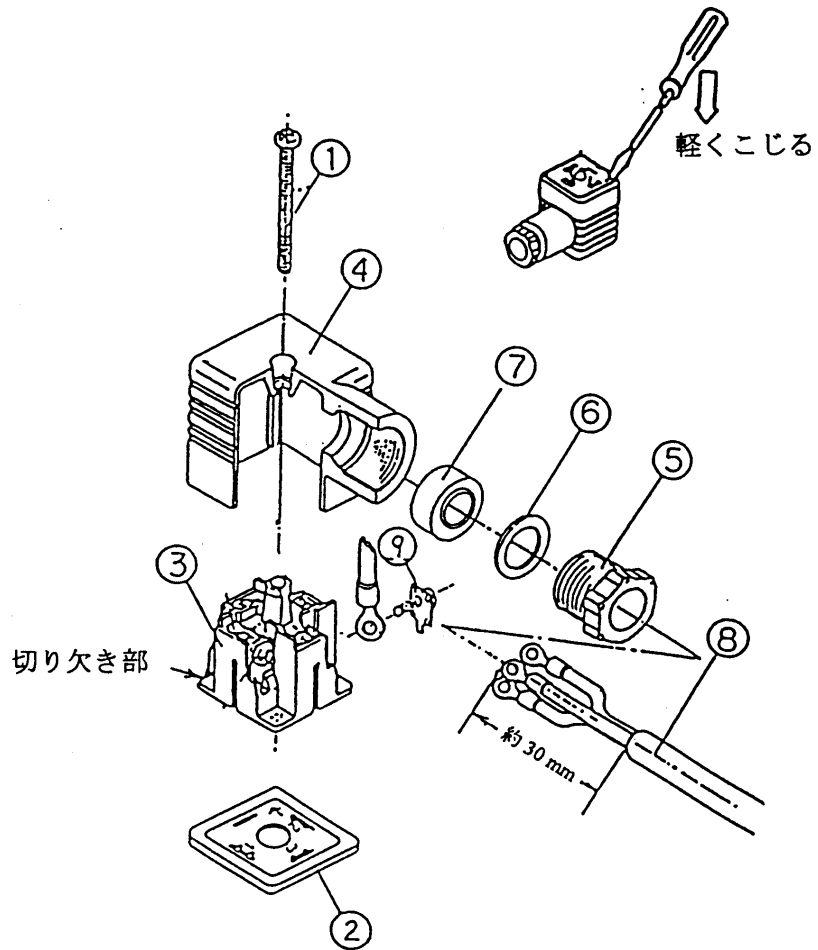

図8 DINコネクタの構成
(1) 分解
- (a) ねじ①を緩めてからコネクタをねじ①の方向に引っ張り、コイル本体からコネクタを取外してください。
- (b) ねじ①を抜き取ります。ガスケット②は無くさないように保管してください。
- (c) 端子台③の底の切り欠き部の隙間に、小形マイナスインドライバを差し込み、軽くこじりながら、端子台③からケース④を外してください。(P19の図8参照)
- (d) ケーブルグランド⑤を外し座金⑥とパッキン⑦を取り出してください。
(2) 配線
- (a) ケーブル⑧にケーブルグランド⑤、座金⑥、パッキン⑦の順に通し、ケース④にケーブル導入口から挿入してください。
- (b) ケーブル⑧の先端より約 30 mm 外皮を剥ぎ、芯線は圧着端子を取り付けるなどの端末処理をしてください。